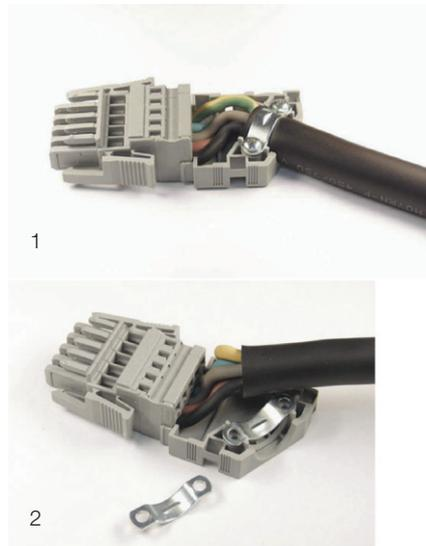

Abb. 73: Anschlussstecker mit Zugentlastungsgehäuse
- Führen Sie die Leiter im Zugentlastungsgehäuse, wie in Abb. 73 dargestellt, und fixieren Sie das Anschlusskabel mit Hilfe einer Kabelschelle am Zugentlastungsgehäuse.
Um eine ausreichende Zugentlastung auch bei Leitungen mit einem Durchmesser <12 mm zu gewährleisten, ist das Einlegen einer zweiten Kabelschelle unter der Leitung erforderlich (Abb. 73, Pos. 2).